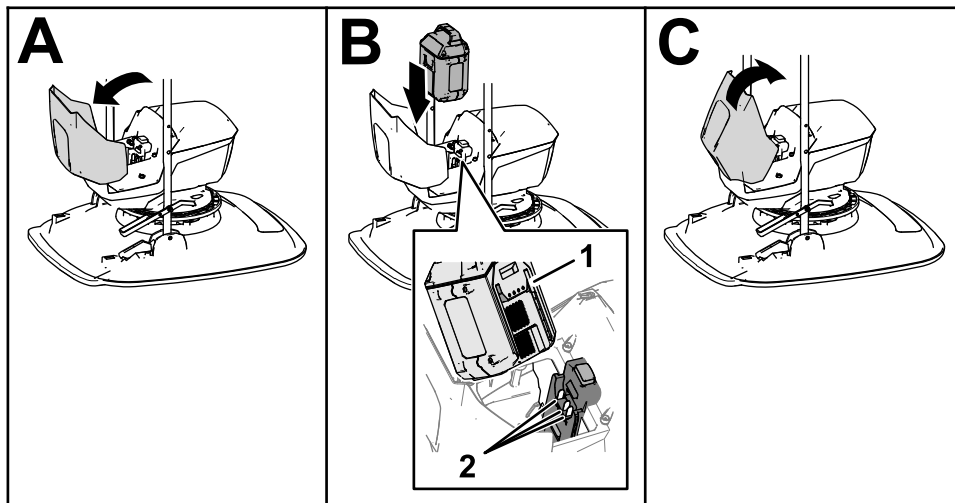

Figura 15
3. Montate il coperchio del vano batteria (Figura 15).